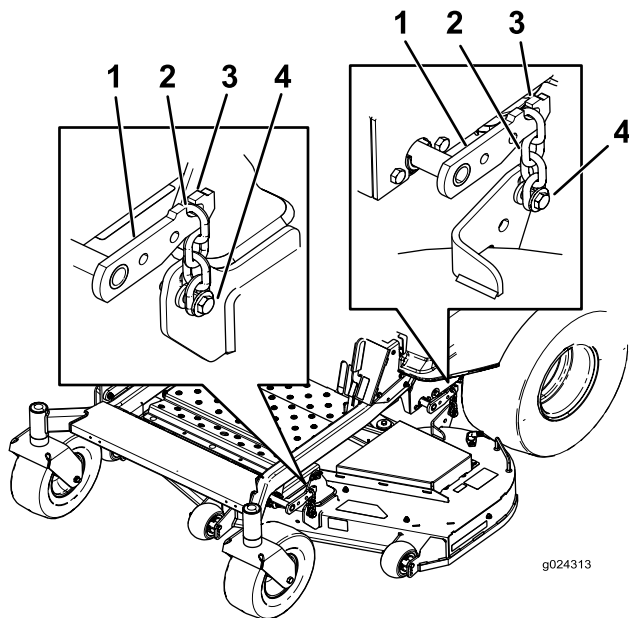

Figura 75
5. Allentate i dadi di regolazione in tutti e 4 gli angoli facendo in modo che il piatto di taglio poggi saldamente su tutti e 4 i blocchi (Figura 75).
6. Verificate che vi sia tensione in tutte e 4 le catene (Figura 75).
7. Serrate i 4 bulloni di regolazione (Figura 75).